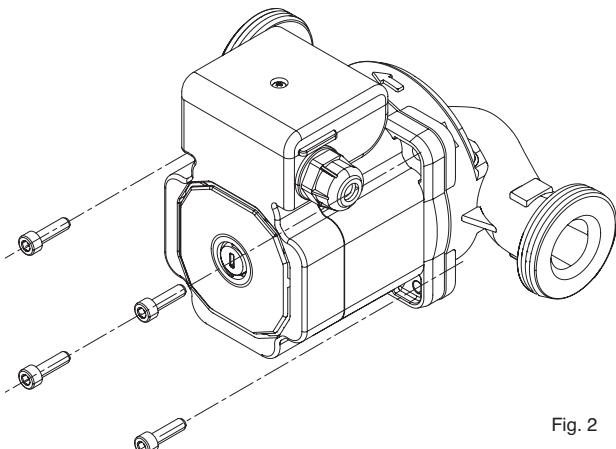

Fig. 2
- + Para asegurar la correcta posición de la caja de bornes, se puede modificar la orientación del motor retirando los tornillos (fig. 2) de sujeción del motor y haciéndolo girar hasta la posición deseada (fig 3).
Extrayendo las tuercas (fig. 2), se extrae el motor completo con la turbina.
Для обеспечения правильного положения контактной коробки корпуса двигателя может быть прокручен, расслабив предварительно винты (рис. 2). Поменять положение контактной коробки как показано на рис. 3.
Снять винты (рис. 2) и вынуть двигатель вместе с рабочим колесом.